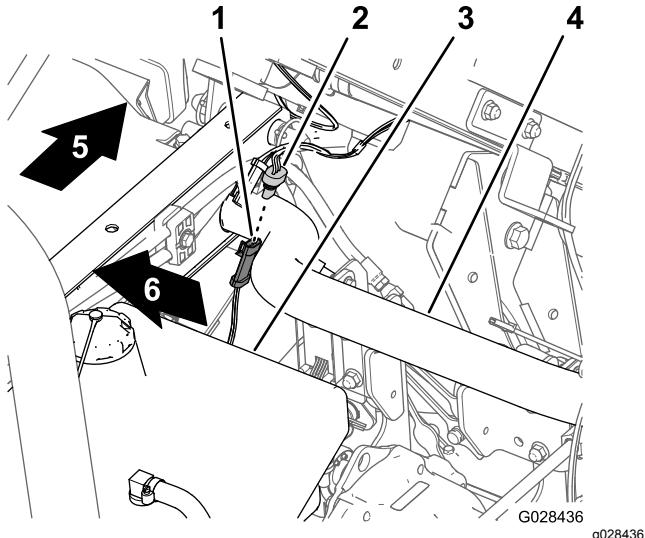

Figura 17
1. Na cablagem do pulverizador, localize o conector de três tomadas do circuito do sensor de velocidade (Figura 17).
2. Ligue o conector de 3 pinos da cablagem da máquina do sensor de velocidade ao conector de 3 tomadas da cablagem do pulverizador para o sensor de velocidade (Figura 17).